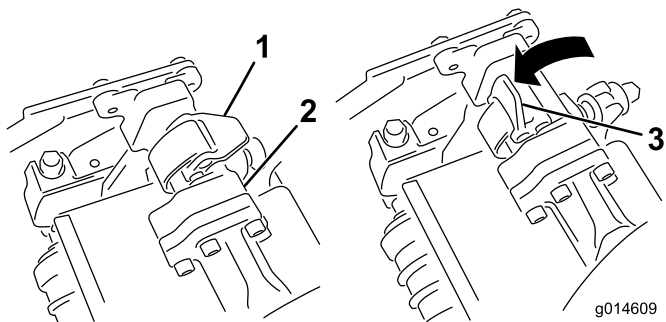
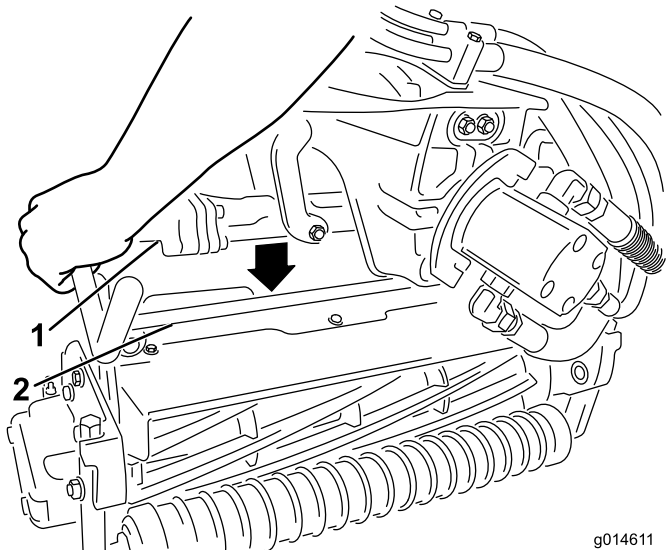

Рисунок 30
Рисунок 31
3. Когда защелки на штанге рычага подвески направлены вверх (т.е. открыты) (Рисунок 30), нажмите на рычаг подвески так, чтобы штанга села на поперечный стержень наверху режущего блока (Рисунок 31).
4. Поверните защелки вниз и вокруг стержня режущего блока и заблокируйте их (Рисунок 30).
4. Откройте защелки на штанге рычага подвески режущего блока, который вы хотите снять (Рисунок 30).